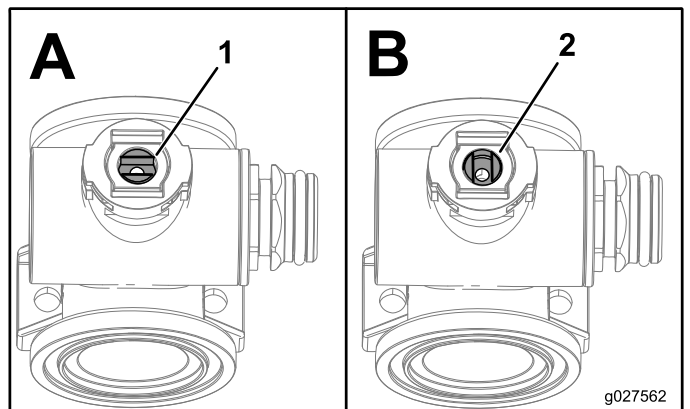

Figura 128
1. Posicione a haste da válvula para que fique na posição fechada (**Figura 128 B**).
3. Rode a haste da válvula para que a esfera fique na posição aberta (Figura 128 A).